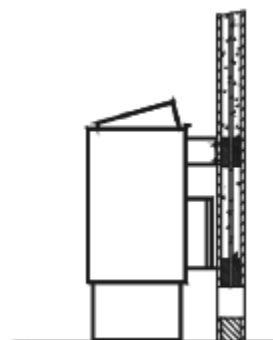

Abb. 12
4. Das Saunaheizergerät mit den Aufnahmeschlitzten der Rückwand in der Wandhalterung einhängen und an den Abstandhalter anlegen (Abb. 12).